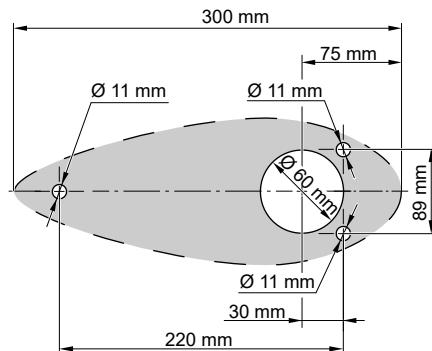

Fig. 9: Dimensions
1. Pour le montage du pod, percez quatre trous dans la coque, cf. "Fig. 9: Dimensions". Si besoin, utilisez le bloc d'équilibrage adapté comme gabarit de perçage.
5. Serrez la bride de montage (5) de l'intérieur avec des écrous M10 (1) (max. 37 +/- 3 Nm).